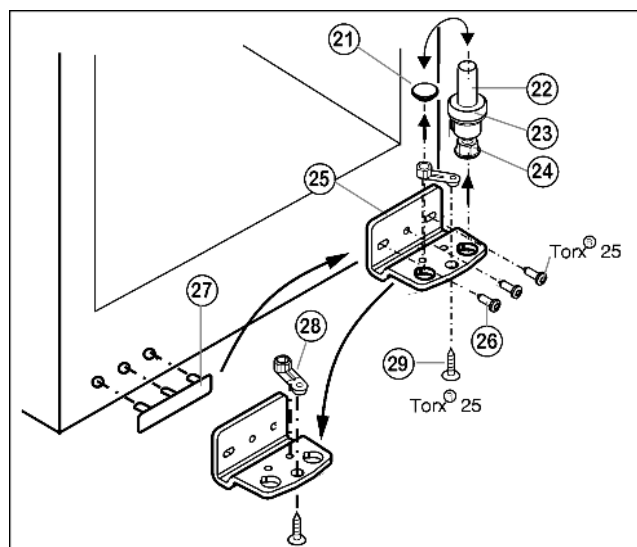

Fig. 6
- ▶ Trzpień zawiasu Fig. 6 (22) kompletny, z podkładką Fig. 6 (23) i nóżką Fig. 6 (24), wyciągnąć do góry.
- ▶ Unieść zatyczki Fig. 6 (21).
- ▶ Odkręcić Fig. 6 (25) płytkę zawiasu Fig. 6 (26).
- ▶ Odkręcić element zawiasu Fig. 6 (28) Fig. 6 (29), przełożyć do przeciwnego otworu zawiasu i tam dokręcić.
- ▶ Zdjąć i przełożyć osłonkę po stronie uchwytu Fig. 6 (27) na przeciwną stronę.
- ▶ Przykręcić mocną płytkę zawiasu Fig. 6 (25) na nowej stronie (z siłą 4 Nm), w razie potrzeby za pomocą wkrętarki akumulatorowej.
- ▶ Zatyczki Fig. 6 (21) ponownie włożyć do innego otworu.
- ▶ Trzpień zawiasu Fig. 6 (22) kompletny, z podkładką i nóżką włożyć ponownie. Przy tym zwrócić uwagę, by krzywka zatrzaskowa wskazywała do tyłu.
- ▶ Założyć drzwi od góry na dolny sworzeń zawiasu Fig. 6 (22).
- ▶ Korzystając ew. z obu podłużnych otworów w dolnej płytce zawiasu Fig. 6 (25) ustawić drzwi w jednej linii z obudową urządzenia. W tym celu wykręcić środkową śrubę.